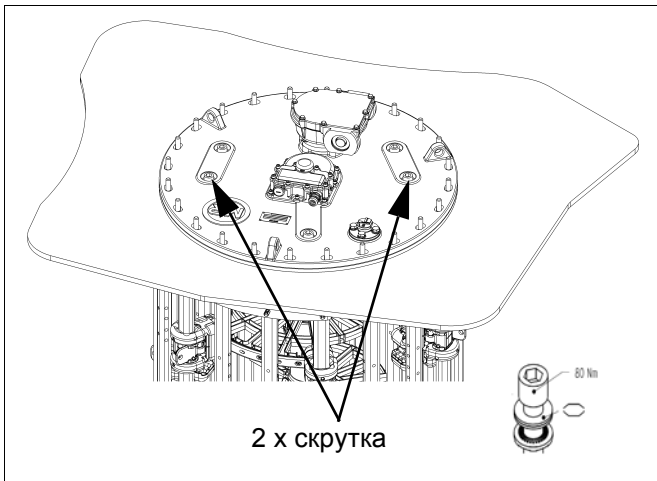

рис. 59
5) Закрутите остальные 2 болта (M16 x 60 включая стопорные элементы, $Md = 80+10$ Нм, рис. 59).